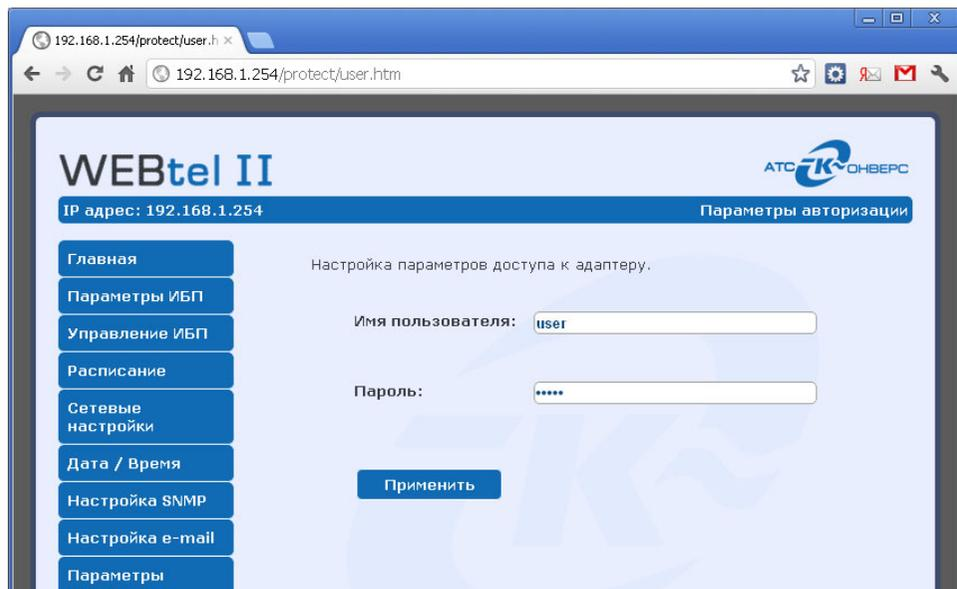

Рисунок 12 - Страница настройки параметров авторизации
5.10.1. Вход на страницу настройки параметров авторизации (рисунок 12) защищен паролем, аналогично п. 5.3.